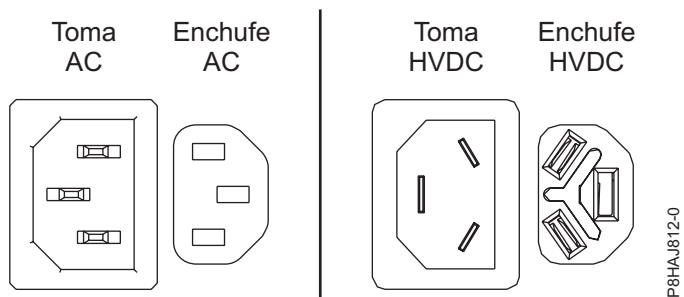
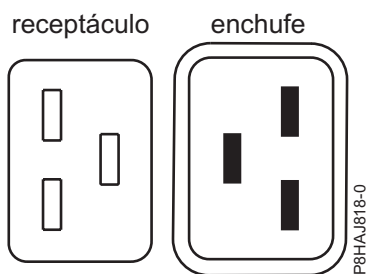
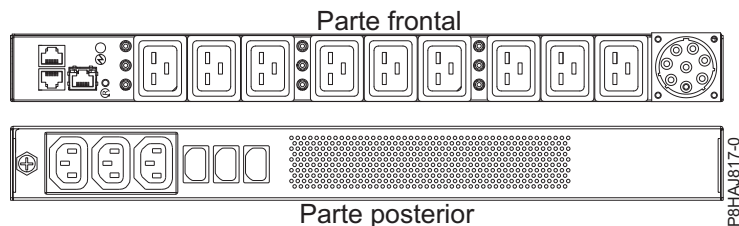

Figura 17. Conectores CA y HVDC
Figura 18. Conectores para el sistema 8408-44E
Figura 19. PDU para el sistema 8408-44E
La Figura 17 muestra los conectores de corriente alterna (CA) y de corriente directa de alto voltaje (HVDC) soportados. La Figura 18 y la Figura 19 muestran los conectores soportados y la unidad de distribución de alimentación (PDU) soportada para 8408-44E.